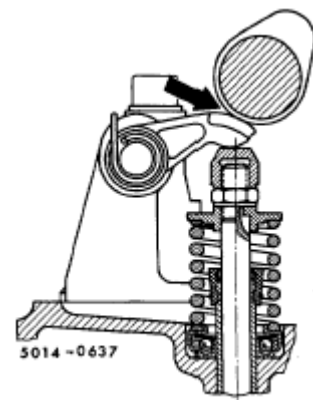

Fig 02
1. Mål ventilklaringen mellom kammakselen og vippearmen (fig 02).